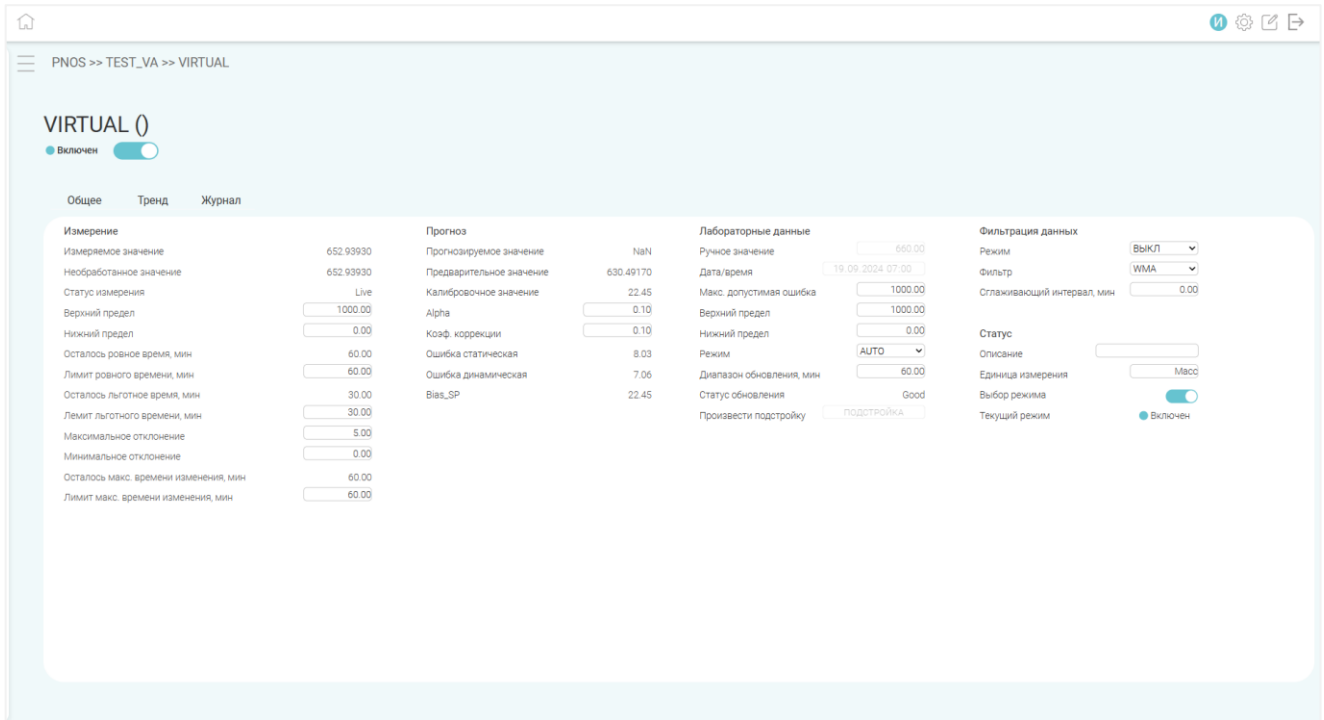

Рис. 3.7 – Вкладка настройки переменной POV
⚙ Кнопка для перехода в настройки переменной (Рис. 3.7)
- Кнопка для перехода в настройки переменной (Рис. 3.7)